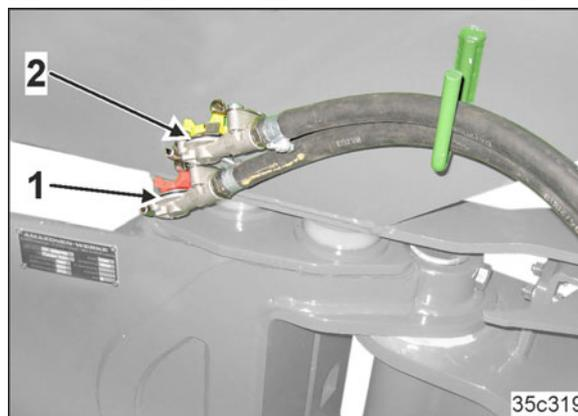

Рис. 32
- питающей магистрали (Рис. 32/1) с соединительной головкой (красного цвета);
- тормозной магистрали (Рис. 32/2) с соединительной головкой (жёлтого цвета).